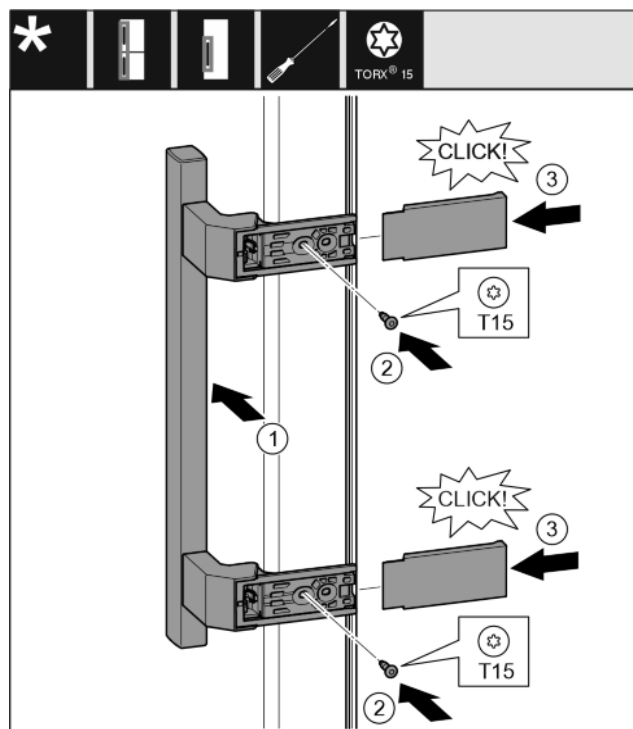

Fig. 31
- ▶ Założyć uchwyt po przeciwległej stronie. Fig. 31 (1)
- ▶ Śruby przykręcić przy pomocy śrubokręta T15. Fig. 31 (2)
- ▶ Osłony założyć z boku i wsunąć. Fig. 31 (3)